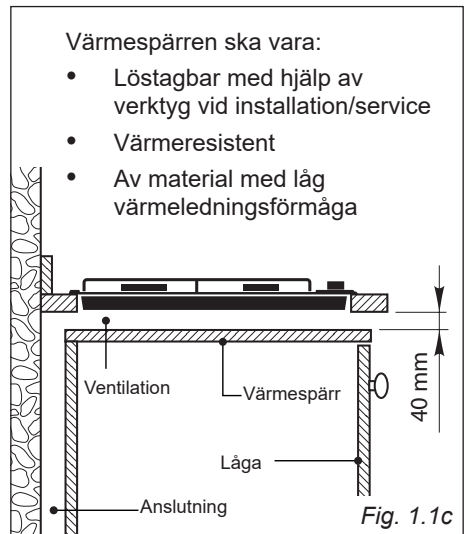

Fig. 1.1c
- Om det finns en ugn (utan kylfläkt) installerad under hällen, ska det installeras en värmespärri under hällen. Se fig. 1.1c.
- Om det finns en ugn (utan kylfläkt) installerad under gashällen eller om botten av hällen är tillgänglig genom ett skåp eller låda efter installationen, ska det installeras en värmespärri under hällen. Se fig. 1.1c.
- Om botten av gashällen är tillgänglig genom ett skåp eller en låda efter installationen, ska det installeras en värmespärri under hällen. Se fig. 1.1c.